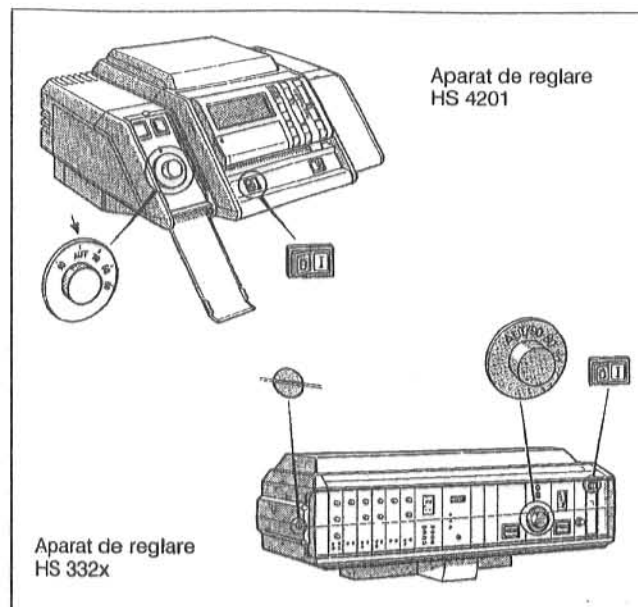
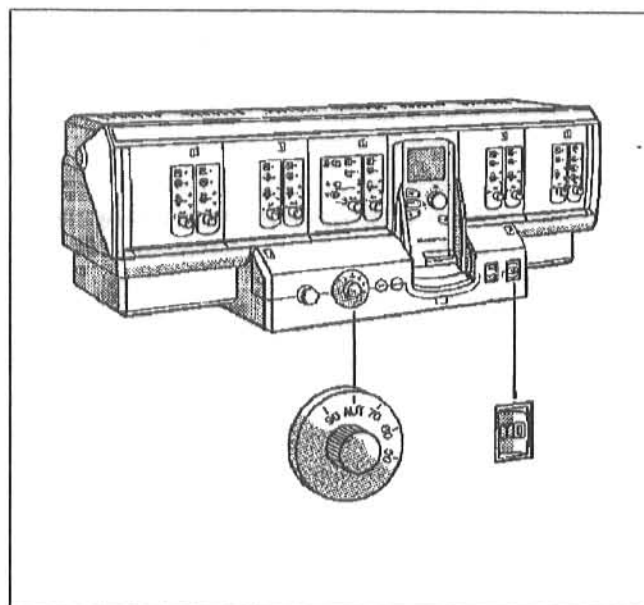

Fig. 24: Aparatele de reglare HS 4201 și HS 332x
Fig. 25: Aparatul de reglare 431x
- Dezaerisirea conductei de alimentare cu gaz: Șurubul de închidere a niplului de verificare pentru presiunea de racord și dezaerisire la armătura arzătorului de gaz (Fig. 25) se desface ușor, numai două rotații. Dacă nu mai este aer se închide din nou șurubul de închidere a niplului de verificare.
Șlițul șurubului capacului transparent al aparatului de reglare (Fig. 24) se aduce în poziția orizontală, de exemplu cu ajutorul unei monede. Capacul transparent se va ridica înaintea.
- Comutatorul funcționare (Fig. 24 respectiv Fig. 25), la cazanul dublu se aduce la ambele aparate de reglare pe poziția I (ON).
se deschide clapa de acoperire din stânga (Fig. 24).
Aparatul de reglare al temperaturii apei cazanului (Fig. 24 respectiv Fig. 25) se fixează pe AUT respectiv 80°C. La reglarea constantă se fixează pe temperatura dorită (min. 50°C).
Aparatul de reglare al temperaturii apei cazanului (Fig. 24 respectiv Fig. 25) se fixează pe AUT respectiv 80°C.
Aparatul de reglare al temperaturii apei cazanului (Fig. 24) al unui bloc de cazane se fixează pe temperatura dorită (min. 50°C). Prin aceasta blocul cazanului 1 (cazanul conducător) este definit.